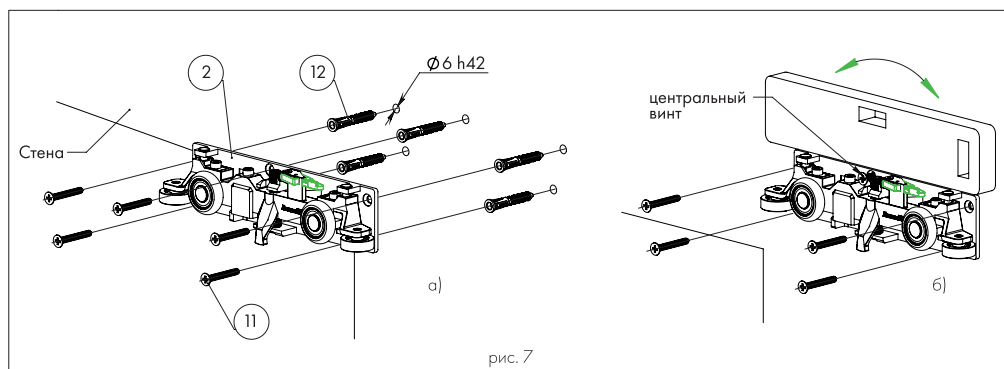

рис. 7
6. В стене для кронштейна ② подготовить отверстия (рис. 7а), согласно выбранной схеме установки дверного полотна (полное или частичное открывание). Сначала кронштейн зафиксировать на одном саморезе по центральному отверстию (рис. 7б). Вывернуть кронштейн ② и затем зафиксировать на остальные саморезы 11.